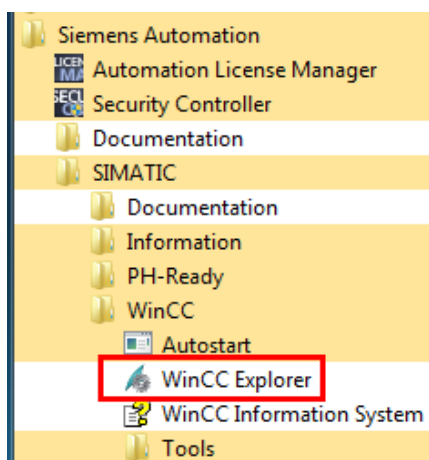

Рис. 3
1.1.1 Запустите программу **WinCC Explorer** (**Start** → **Program** → **Siemens Automation** → **SIMATIC** → **WinCC** → **WinCC Explorer**) Рис. 3